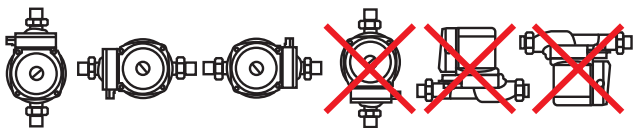

Рис.2. Положение электронасоса при монтаже
- Положение при установке - горизонтально расположенный вал, как указано на Рис.2.